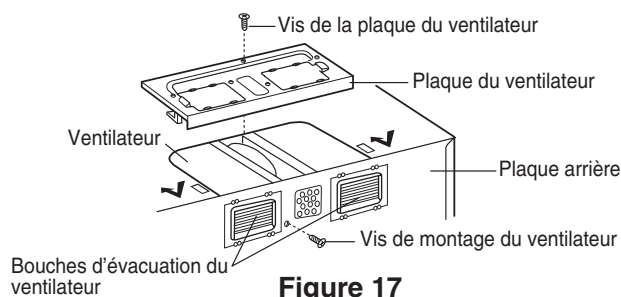

Figure 17
- Remonter la plaque du ventilateur sur l'armoire de façon à ce que les bouches d'évacuation et la plaque du ventilateur soient centrées. Enlever une vis du ventilateur et une ou deux vis de la plaque du ventilateur. Voir la figure 17.